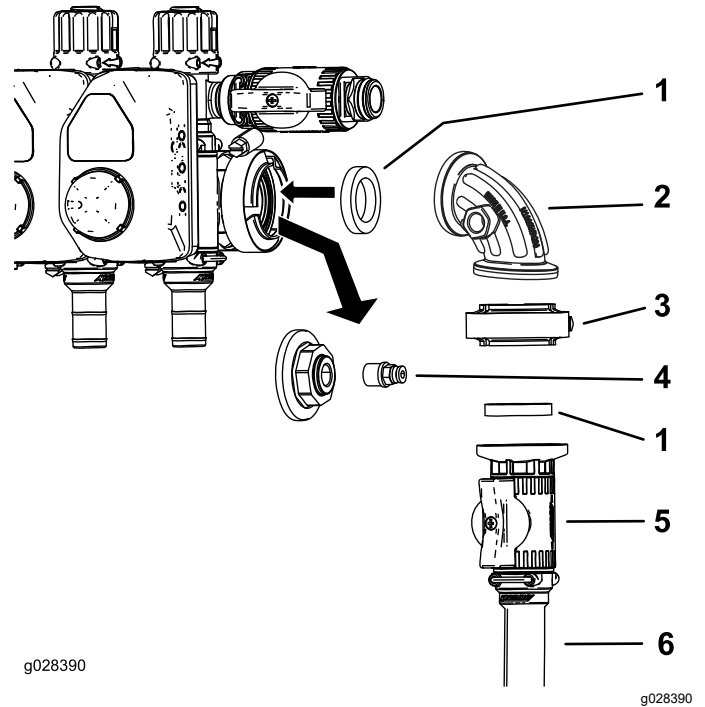

图 24
1. 从压力表的端口处拆下软管盖和连接器图 24。
2. 安装控制阀总成如图 24 中所示。
3. 将连接器装入 90 度弯头上的开口端图 24 和图 37。
4. 使用软管夹将软管卷供水软管连接至控制阀图 24。